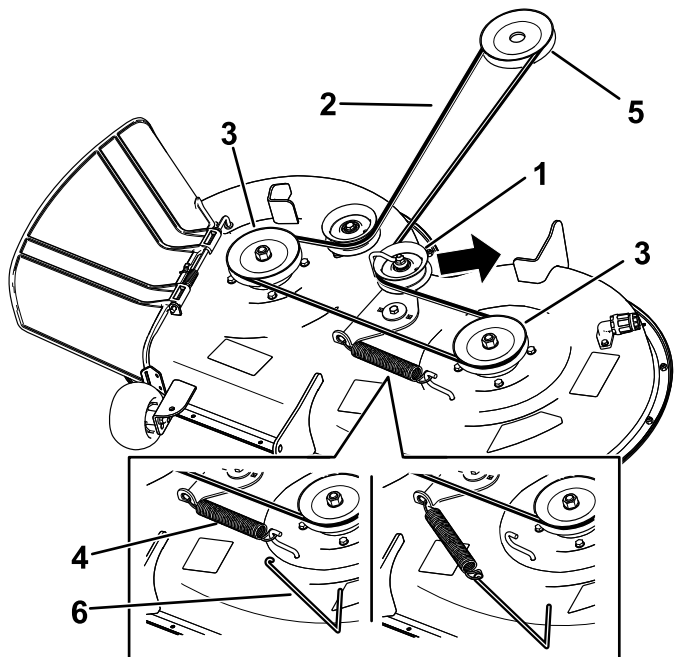

Figure 56
6. À l'aide d'un outil de dépose de ressort (réf. Toro 92-5771), décrochez le ressort du crochet sur le tablier pour détendre la poulie de tension et déchaussez la courroie des poulies (Figure 56).
7. Acheminez la courroie neuve autour des poulies du moteur et du plateau de coupe (Figure 56).
8. À l'aide d'un outil de dépose de ressort (réf. Toro 92-5771), accrochez le ressort à l'ergot sur le plateau pour tendre la poulie de tension et la courroie de plateau du coupe (Figure 56).